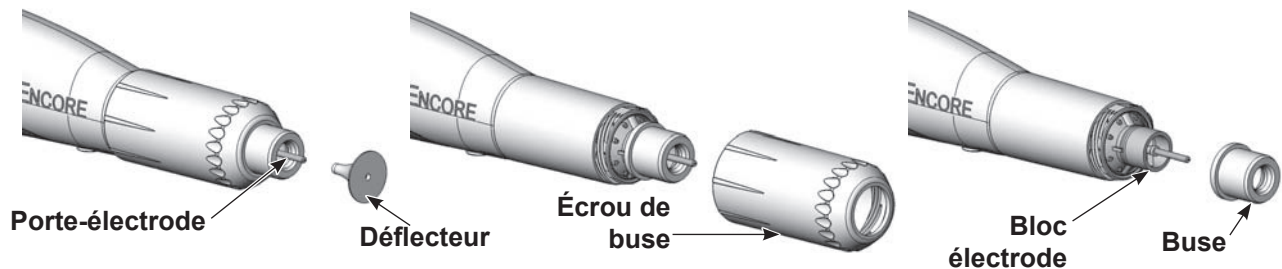

Figure 4-8 Remplacement d'une buse conique
2. Voir la Figure 4-8. Retirer doucement le déflecteur du bloc électrode. Si seul le déflecteur est remplacé, monter le déflecteur neuf sur le bloc électrode en prenant garde de ne pas plier le fil de l'électrode.